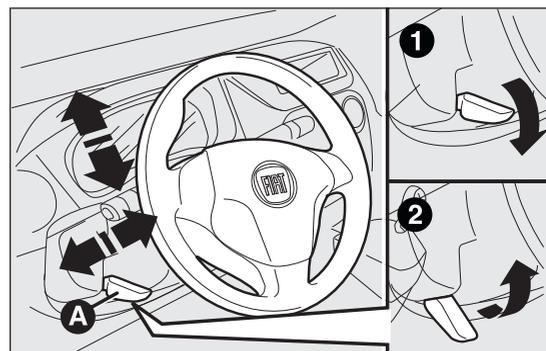

fig. 25
- sbloccare la leva A fig. 25 spingendola in avanti (posizione 1);